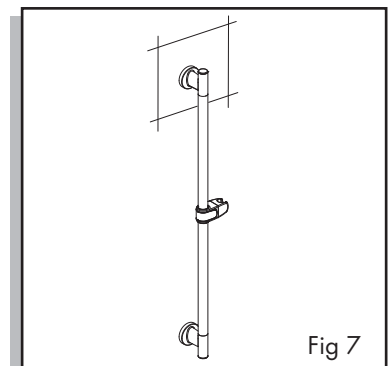

Fig 7
7. Repeat step 5-6 for bottom of slide bar (Fig 7).
7. Repita las etapas 5 y 6 para la parte inferior de la barra (fig. 7).
7. Répéter les étapes 5 et 6 pour la partie inférieure de la barre (fig. 7).